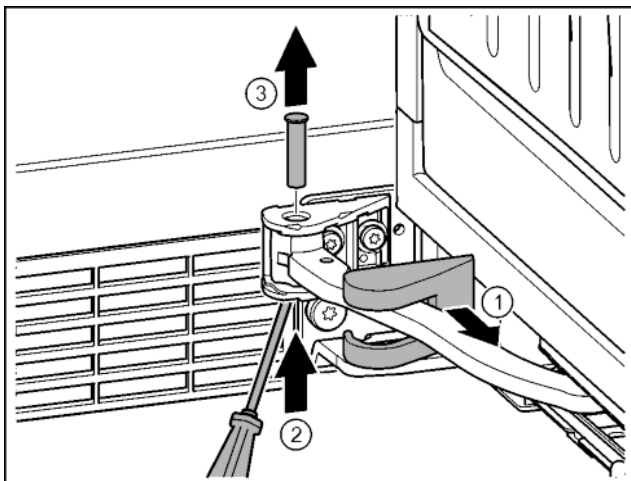

Fig. 15
► Снять крышку опорного кронштейна и переместить вдоль шарнира. Fig. 15 (1)
► Рукой или отвёрткой приподнять палец снизу. Fig. 15 (2)
► Вставить отвёртку под головку пальца и вытянуть его. Fig. 15 (3)